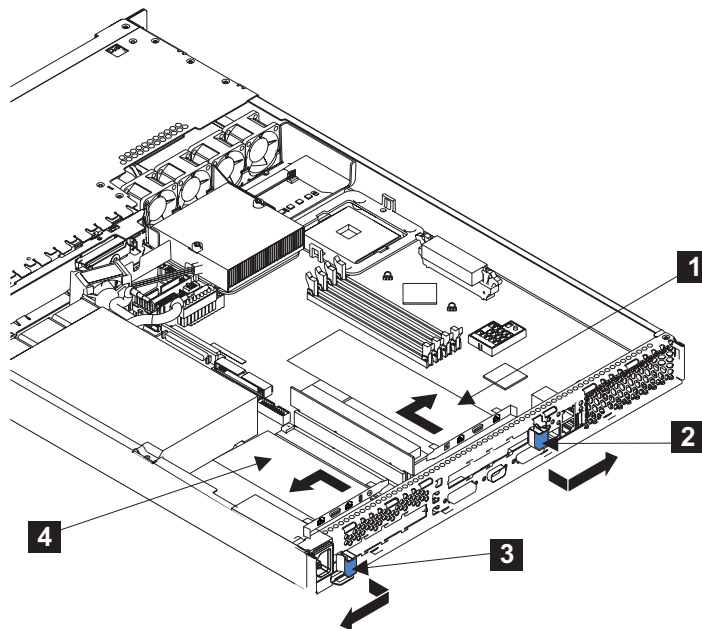

図 95. アダプターを取り外す前の SAN ボリューム・コントローラー 2145-4F2
4. アダプターを取り外す場合は、拡張スロット・クリップ **2** または 図 95 の **3**) の側面を一緒に押して、クリップをアンロックしてから、拡張スロット・クリップを回してアダプターから離します。拡張スロット・クリップは、SAN ボリューム・コントローラー 2145-4F2 に緩めに接続しています。